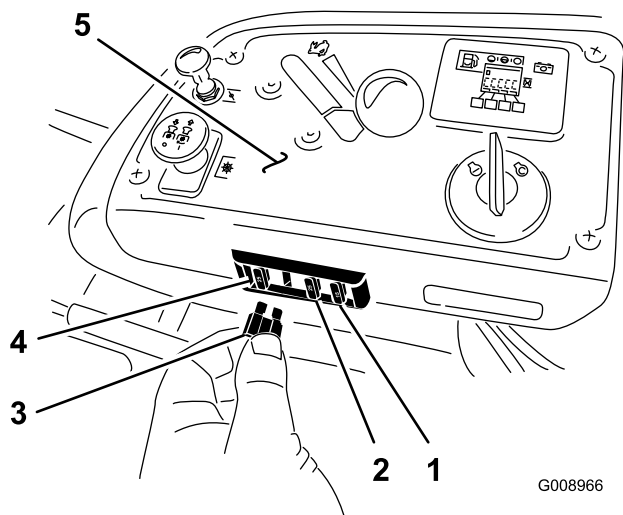

Figura 69
1. I fusibili sono posizionati sulla consolle destra vicino al sedile (Figura 69).
3. Montate un fusibile nuovo (Figura 69).